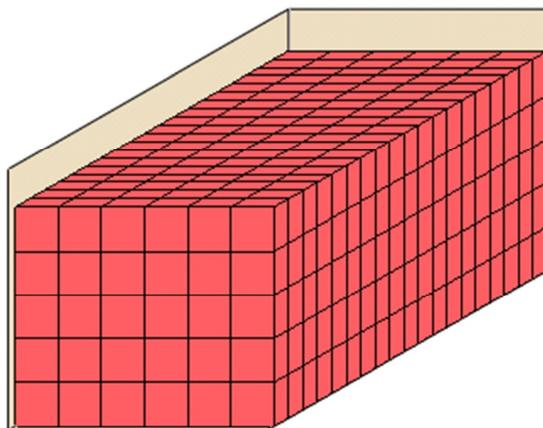

Figura 1. Distribución uniforme de la carga.
Los contenedores estándar de 20', conocidos comercialmente como 20' *Dry Van* (DV) o *Dry Container* (DC) y desde el punto de vista de la normativa ISO como 20' *General Purpose* (GP)¹, están diseñados y construidos para soportar la carga distribuida uniformemente en toda su anchura y longitud². En la figura 1 puede observarse una distribución ideal de carga, donde el suelo recibe en cada punto el mismo esfuerzo.